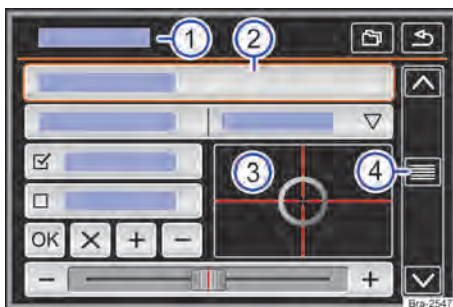

Fig. 113 Representação esquemática: vista geral das possíveis superfícies de função no display.
O aparelho está equipado com um touchscreen (tela de toque) → Fig. 113 ③.
As superfícies de função iniciam funções ou abrem outros submenus. Em submenus é indicado, na linha do título, o menu atualmente selecionado → Fig. 113 ①.